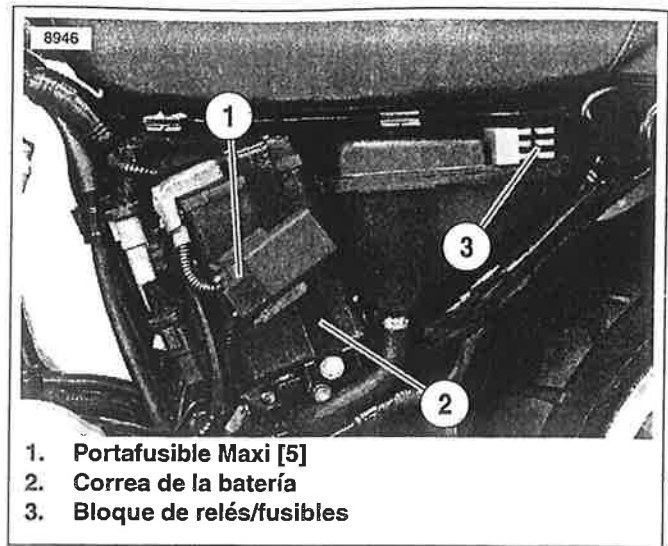

Figura 7-62. Fusibles
Vea la Figura 7-62. El fusible principal es un fusible Maxi situado en un portafusibles [5] (1) montado en la correa de la batería debajo de la cubierta lateral izquierda. El fusible Maxi tiene una clasificación de 30 A.